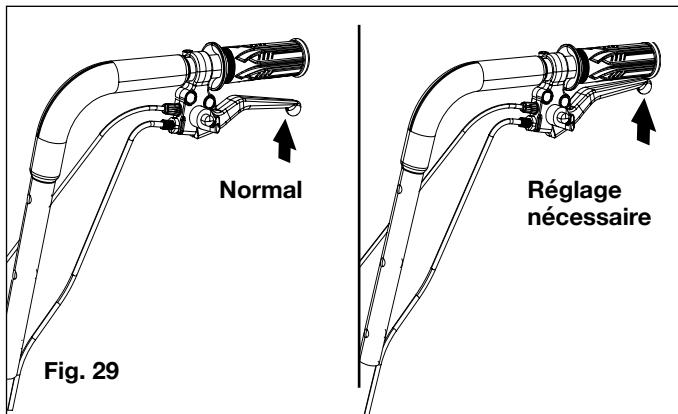

Fig. 29
Pour maintenir l'utilisation sans danger de l'outil, il est très important que le frein fonctionne de façon appropriée. Inspectez souvent le frein pour vérifier s'il s'avère nécessaire de le régler. Assurez-vous que la course de la manette de frein s'arrête à mi-chemin lorsqu'on la tire à fond. Si la manette de frein touche la poignée lorsqu'on la tire à fond, c'est que le frein doit être réglé comme indiqué ci-dessous (Fig. 29).
7. Testez le frein en tirant la manette. La course de la manette de frein devrait s'arrêter à mi-chemin lorsqu'on la tire à fond (Fig. 29). Si c'est le cas, passez à l'étape 11. Sinon, passer aux étapes 8 à 10.